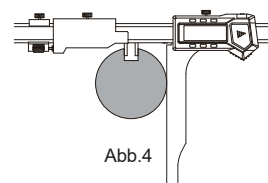

Abb. 4
---Bewegen Sie die Messbacke so, dass sie das zu messende Werkstück berührt (Abb. 4), und notieren Sie den zu diesem Zeitpunkt angezeigten Wert "a".